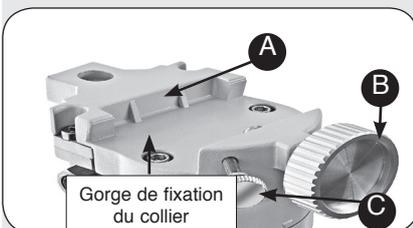

Fig. 7: fixation du collier (Monture EXOS-2)
7. Installez les colliers au sommet de la monture: séparez tube optique et colliers et faites glisser la semelle plate des colliers (11, Fig. 1a) au sommet de la monture, dans la gorge. Voir Fig. 7. La base arrondie de la semelle va dans la partie arrondie de la gorge de la monture. Serrez fermement les différentes vis de blocage.